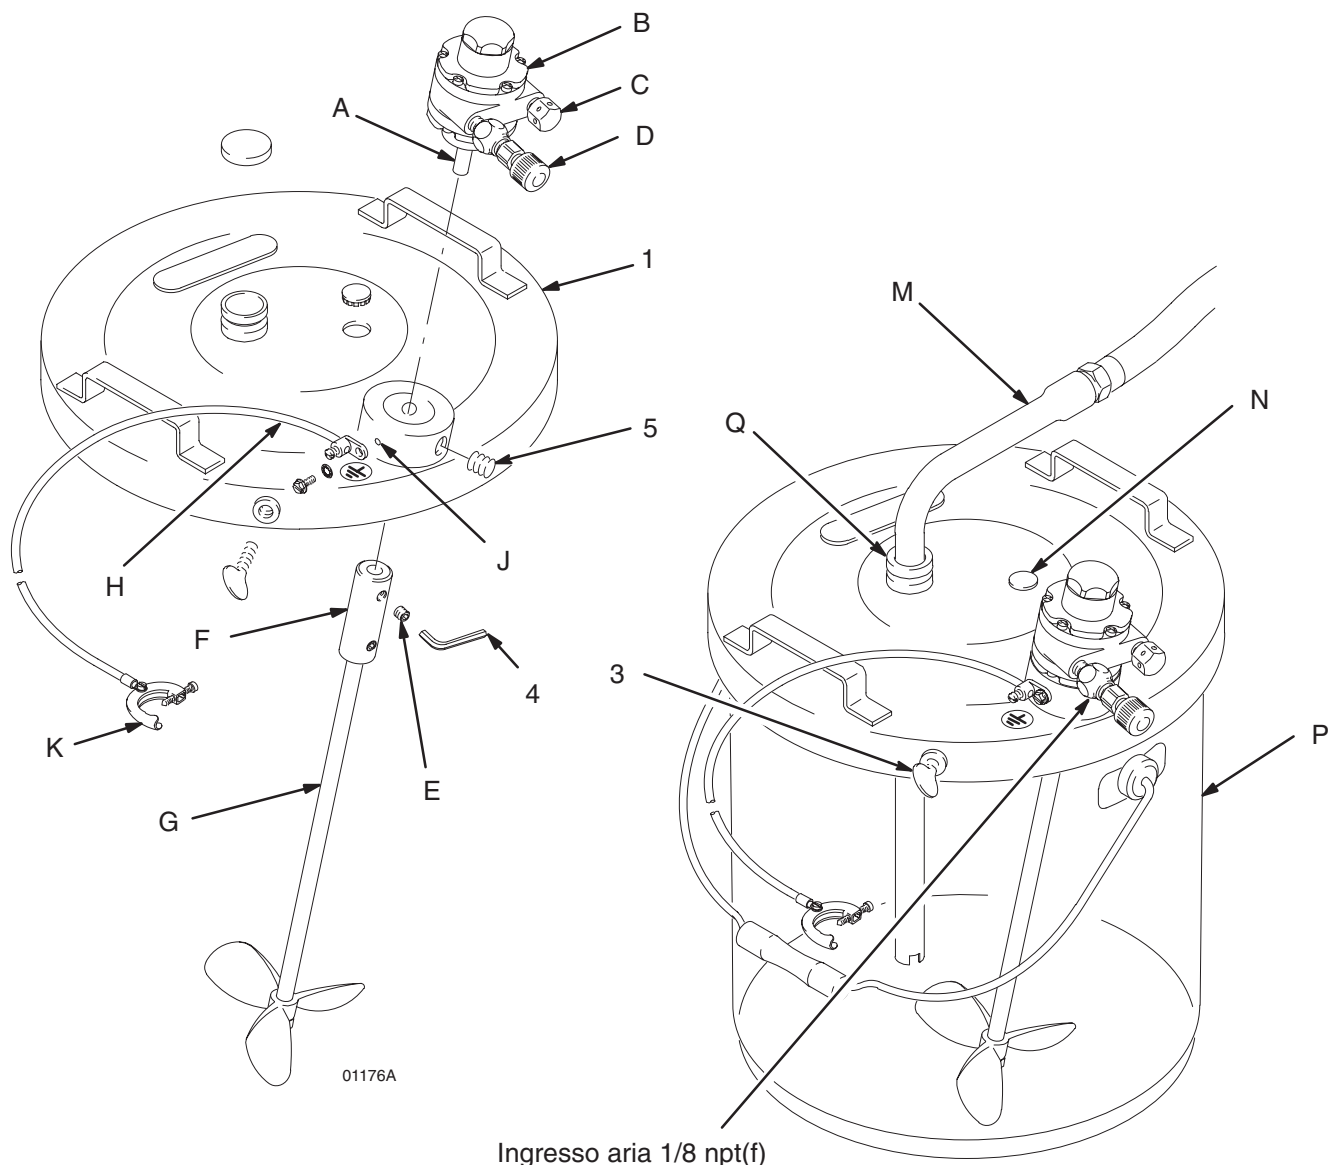

Fig. 1
NOTA: I numeri e le lettere di riferimento tra parentesi nel testo si riferiscono ai richiami nell'elenco parti e nella Fig. 1.
1. Impostare l'aria del motore (B) nell'apertura del coperchio (1) come mostrato nella Fig. 1. Assicurare usando due viti di regolazione (5), utilizzando una chiave a brugola (4).
2. Fare scivolare i raccordi (F) sull'asta (A) del motore pneumatico, quindi inserire l'albero dell'agitatore (G) nei raccordi. Assicurare i raccordi con due viti di regolazione (E).
3. Chiudere la valvola dell'ago (D). Installare un raccordo ad innesto rapido all'ingresso aria. Ordinare l'accoppiatore codice 208536 e il raccordo 169969, 1/8 npt(m). Quindi collegare un flessibile dell'aria dimensionato in modo appropriato all'ingresso della valvola da 1/8 npt(f).
4. Posizionare l'agitatore e l'assieme del coperchio su un secchio di vernice da 19 litri (P). Serrare le tre viti a testa zigrinata (3).